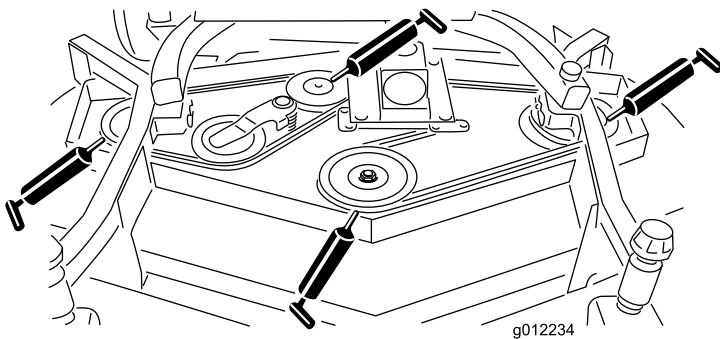

Bild 19
- Spindelwellenlager (3) (unter der Riemenscheibe) (Bild 19)
- Lager der Spannarmwelle (Bild 19)